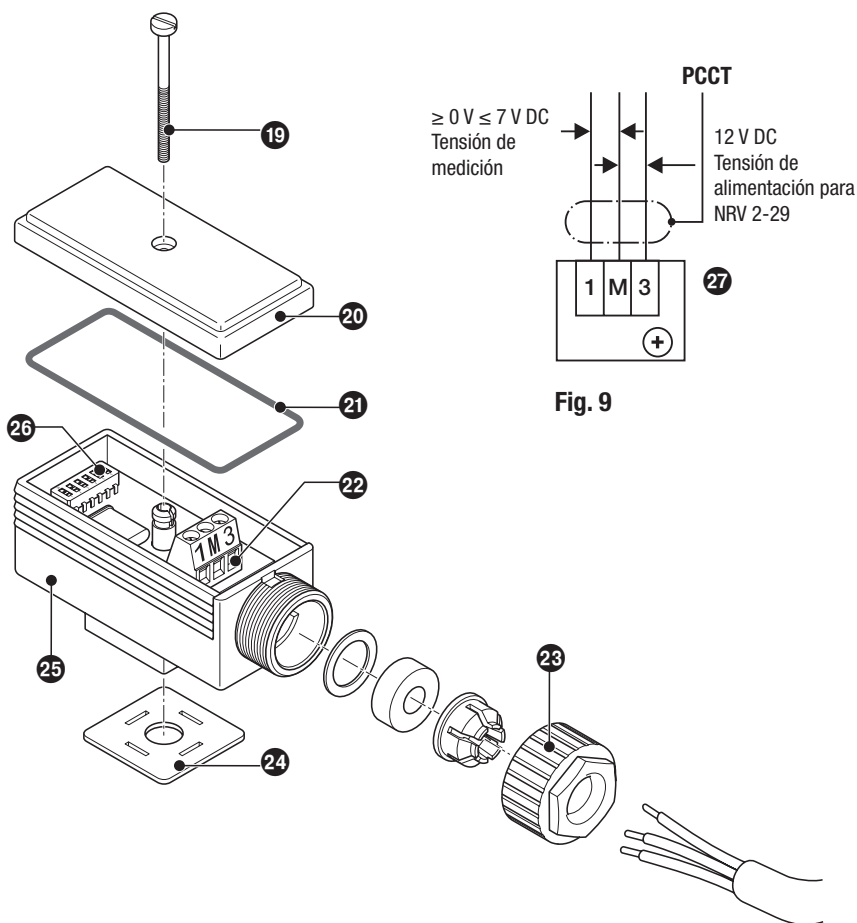

Fig. 9 Módulo electrónico NRV 2-29 en el cuerpo del enchufe
Conectar el blindaje sólo una vez al punto central de conexión a tierra (**PCCT**) en el armario de **distribución**. Conectar la regleta de bornes según el plano de conexiones. **Fig. 9**
1. Aflojar el tornillo **19**. **Fig. 9**
5. Pasar el cable por la atornilladura **23** del cuerpo del enchufe **25** y conectarlo a los bornes **22** según el esquema de conexiones **fig. 9**.
Es posible fijar una gama de medición activa dentro de la gama de medición del electrodo. Con el interruptor codificador 28 **fig. 9** se preselecciona la longitud de la gama de medición activa.